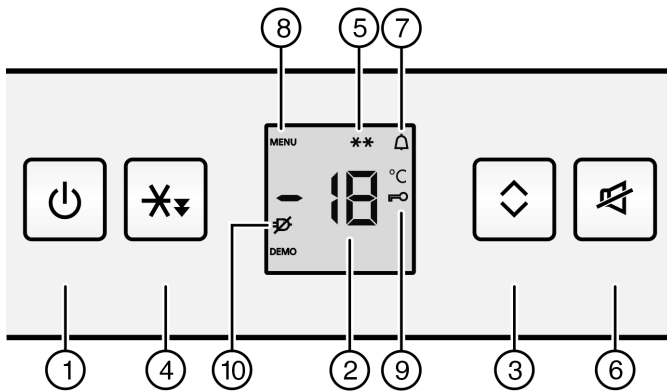

Fig. 2
- ▶ Taste On/Off Fig. 2 (1) drücken.
- ▷ Das Symbol Menu Fig. 2 (8) leuchtet.
- ▷ Das Symbol Kindersicherung Fig. 2 (9) leuchtet. In der Anzeige blinkt **c**.
- ▷ Das Symbol Kindersicherung Fig. 2 (9) erlischt. In der Anzeige blinkt **c**.
- ▶ Einstellmodus deaktivieren: Taste On/Off Fig. 2 (1) drücken.
▶ Taste Alarm *Fig. 2 (6)* drücken.
Gleichzeitig blinkt die Temperaturanzeige und das Symbol Alarm *Fig. 2 (7)*.
Der Signalton verstummt automatisch, das Symbol Alarm *Fig. 2 (7)* geht aus und die Temperaturanzeige hört auf zu blinken, wenn die Temperatur wieder ausreichend kalt ist.